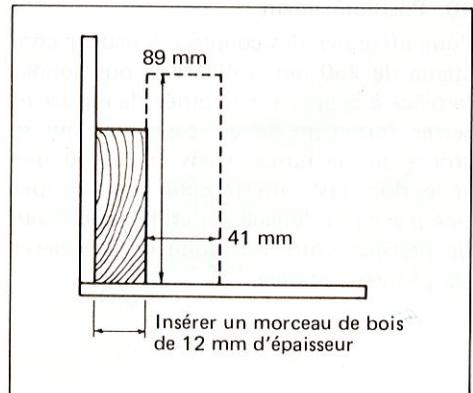

Fig. 9
- \* Serrer correctement la poignée de blocage de la base tournante. Fig. 9